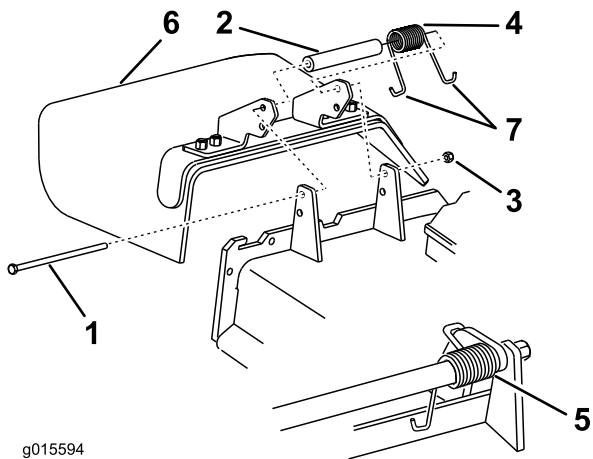

Bild 22
1. Entfernen Sie die Sicherungsmutter, die Schraube, das Distanzstück und die Feder, mit denen der Seitenauswurfkanal am Mähwerk befestigt ist (Bild 22).